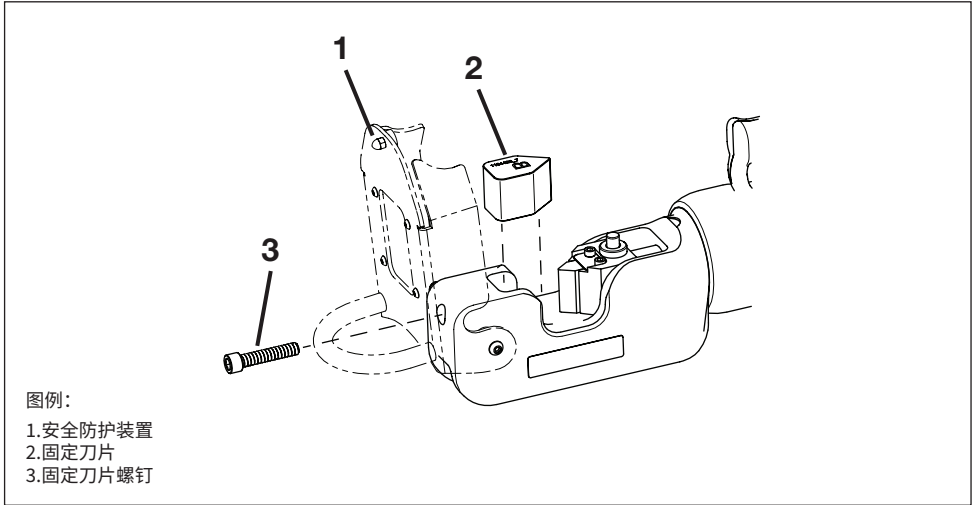

图 15, 固定刀片更换
请按下述步骤更换固定刀片。参见图 15、第 1 - 3 项。
3. 逆时针移动柱塞释放杆来手动释放柱塞。参见图 15，位置 2。